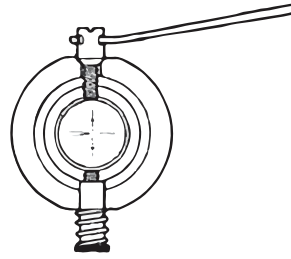

Abbildung 11
Entfernen Sie die Okularabdeckung (12). Drehen Sie die Einstellschraube mit dem Stift (Abb. 11), bis die Werte  $b_2'$  und  $b_2$  übereinstimmen. Bringen Sie die Okularabdeckung wieder an.
Retire la tapa del ocular (12). Gire el tornillo de ajuste con el pasador (Fig. 11) hasta que los valores  $b_2'$  y  $b_2$  sean iguales. Vuelva a colocar la tapa del ocular.